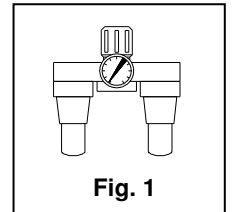

Fig. 1
- 2.3 Instale un conjunto purificador lubricador de aire (fig.1) y purgue diariamente el depósito del compresor. El agua existente en una red de aire daña la plataforma.